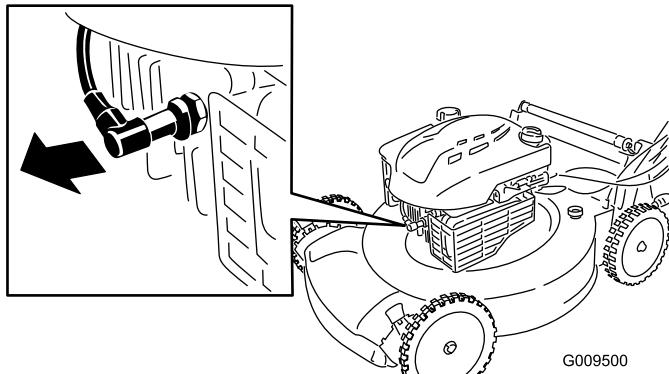

Рисунок 16
- Отсоедините провод от свечи зажигания (Рисунок 16), прежде чем выполнять любые процедуры технического обслуживания.